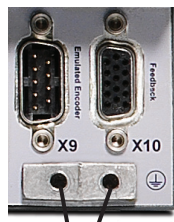

図 2. 保護用アース (PE) の接続
保護用アース (PE) を任意のネジで図 2 のドライブのアース端子に接続します。